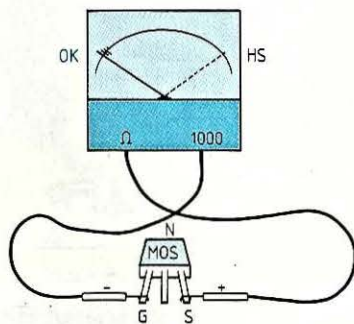

Fig. 2 : Charge inverse Gate/Source.
B) Chargez en inverse la capacité Gate/Source (comme en figure 2). L'ai-